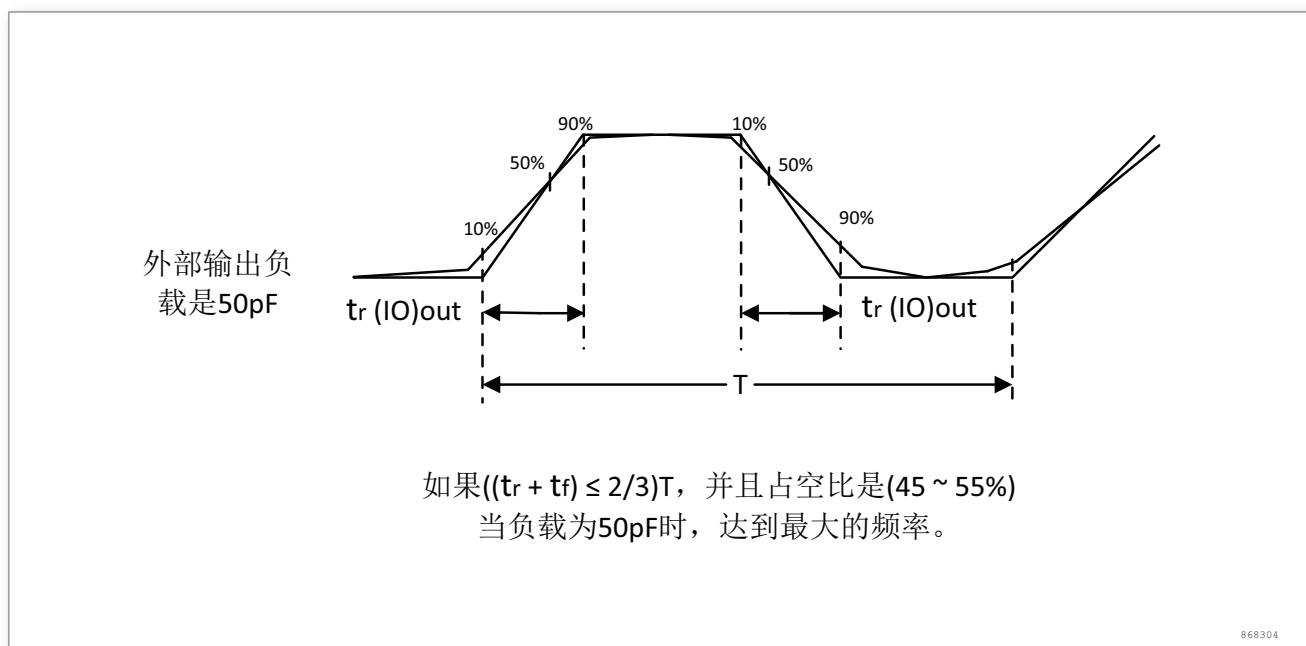

图 13. 输入输出交流特性定义
输入输出交流特性的定义和数值分别在图 13和表 31给出。
2. 最大频率在图 13 中定义。